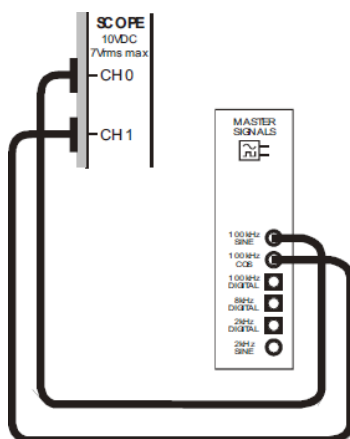

Figura 1.2
4. Conectar al CH0 del osciloscopio una señal senoidal de 100KHz y al CH1 una señal coseno de 100KHz como se muestra (Figura 1.2), graficar las señales.